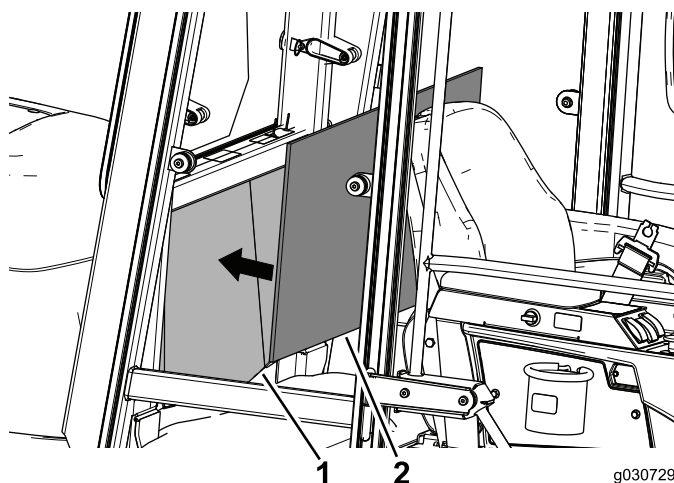

Рисунок 29
2. Для правильной посадки панели обшивки совместите ее с центром задней панели внутри кабины (Рисунок 29).